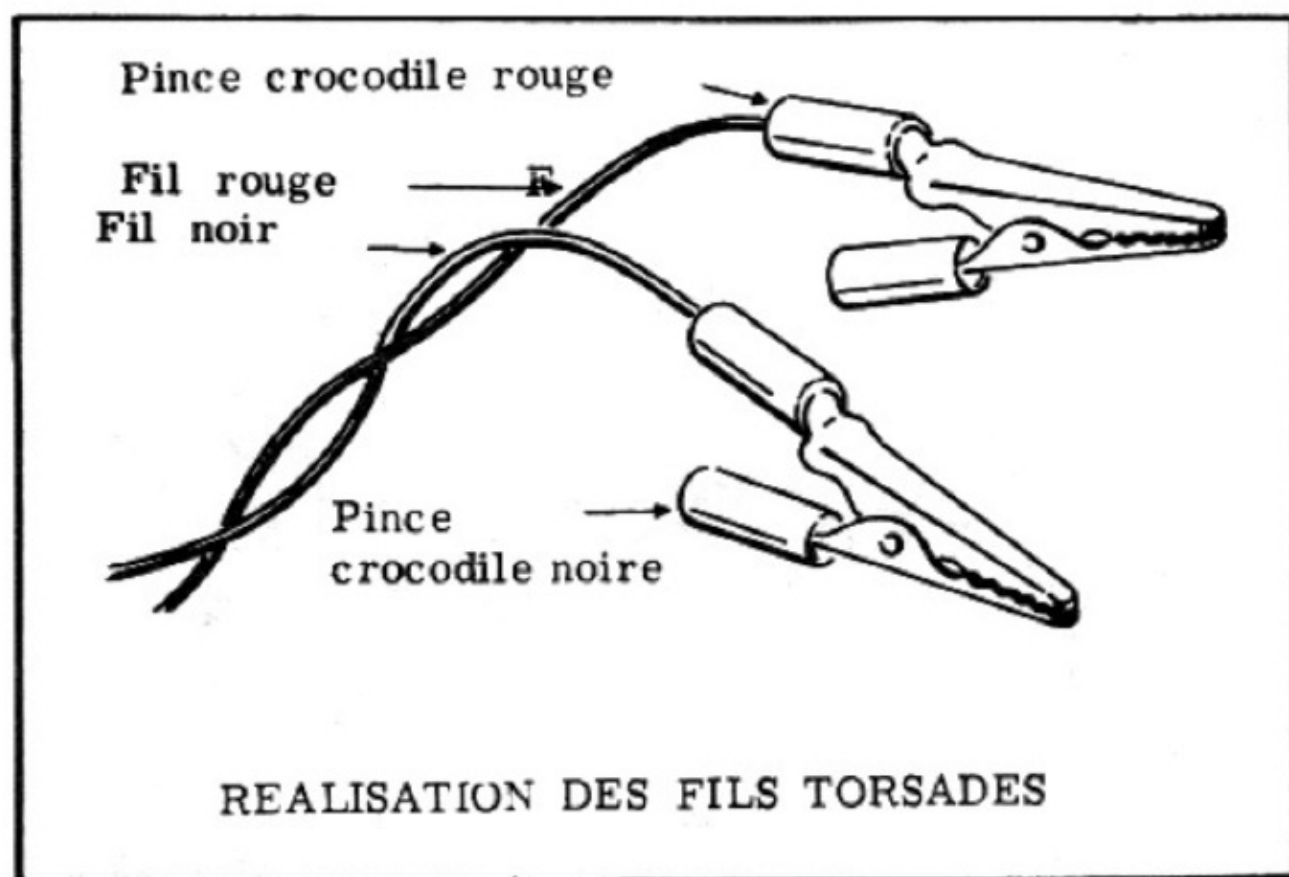

Figure 13
*j)* Torsadez les deux fils isolés munis de pinces crocodiles, de façon à ne former qu'une seule tresse (*figure 13*).